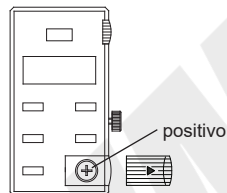

fig.1
1. Inserire la batteria nella bilancia, il cui lato positivo deve essere rivolto verso l'esterno (fig. 1).